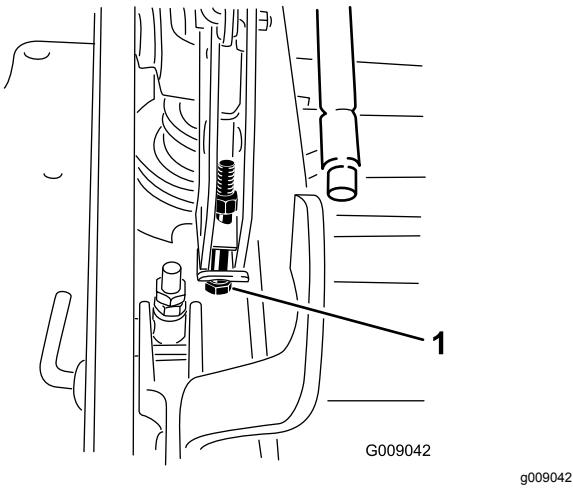

Figura 100
13. Se a plataforma estiver demasiado baixa, aperte o parafuso de ponto único de ajuste rodando-o no sentido dos ponteiros do relógio. Se a plataforma estiver demasiado alta, desaperte o parafuso de ponto único de ajuste rodando-o no sentido contrário ao dos ponteiros do relógio (Figura 100).